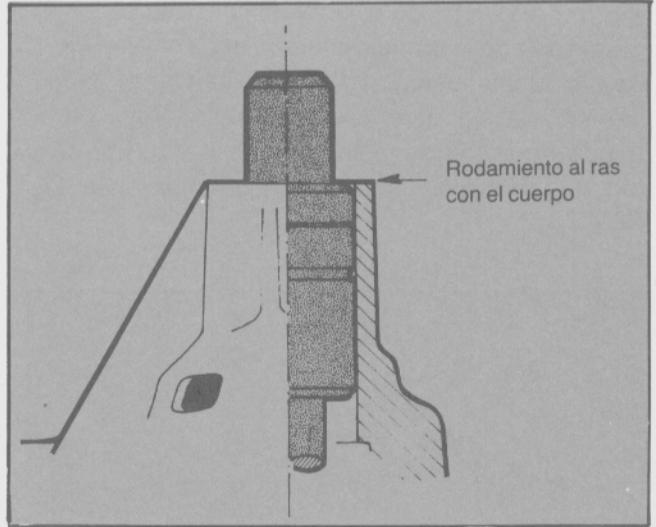

Fig. 26 - Instalación del eje-rodamiento.
- Instalar el eje y rodamiento conjunto, quedando éste al ras con la cara frontal del cuerpo de la bomba (fig. 26).